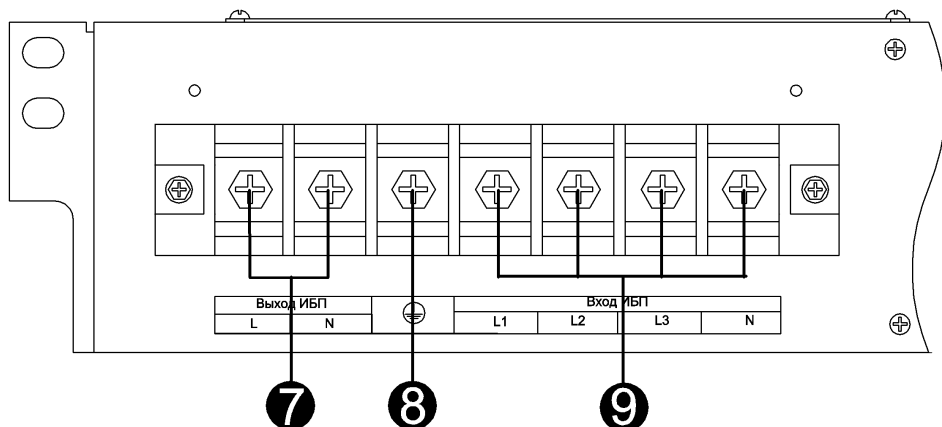

Рисунок 3 – Вид клеммных блоков на передней панели модуля MBS 3/1 15-20К
- соблюдая фазировку соединить клеммные блоки входа переменного тока ИБП с правым клеммным блоком 9 и клеммным блоком 8 (см. рисунок 3) модуля;
- соблюдая фазировку соединить клеммные блоки выхода переменного тока ИБП с клеммными блоками **7** (см. рисунок 3) модуля;